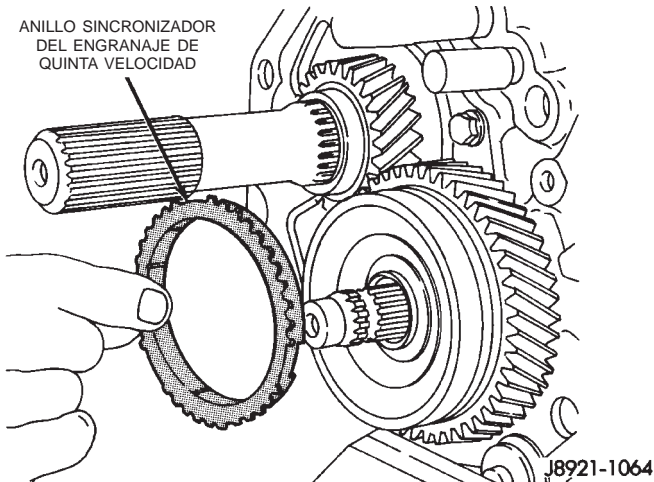

Fig. 57 Desmontaje del anillo sincronizador del engranaje de quinta velocidad
(9) Retire el anillo sincronizador del engranaje de quinta velocidad (Fig. 57).